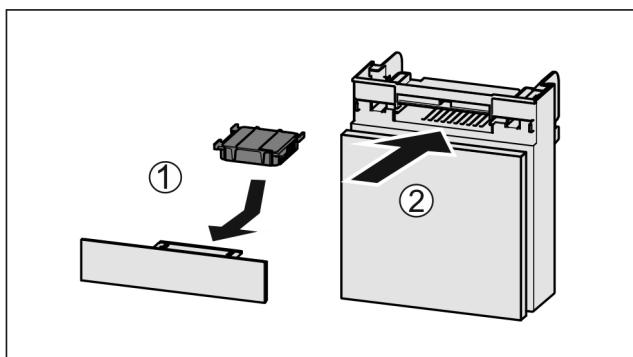

Fig. 128
- Vložte aktívny uhlíkový filter podľa obrázka Fig. 128 (1).
- Zasuňte zásuvku Fig. 128 (2).